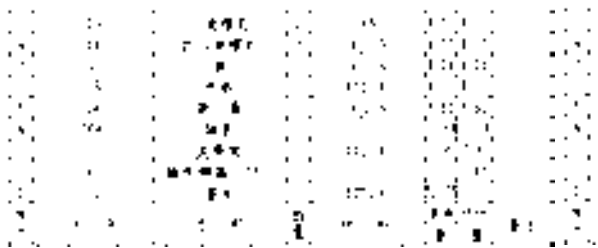

图 8.7.9 修改小数位数结果
Step2. 在该对话框中修改参数为“&asm.mbr.cmass[.2]”，表示用两位小数显示单件质量数值，单击 **确定 (O)** 按钮完成小数位数的修改。
Step4. 选择下拉菜单 **表 (T)** → **重复区域 (R)...** 命令，在弹出的 **TBL REGIONS (表域)** 菜单中选择 **Update Tables (更新表)** 命令，小数位数变为两位，然后选择 **Done (完成)** 命令，结果如图 8.7.9 所示。